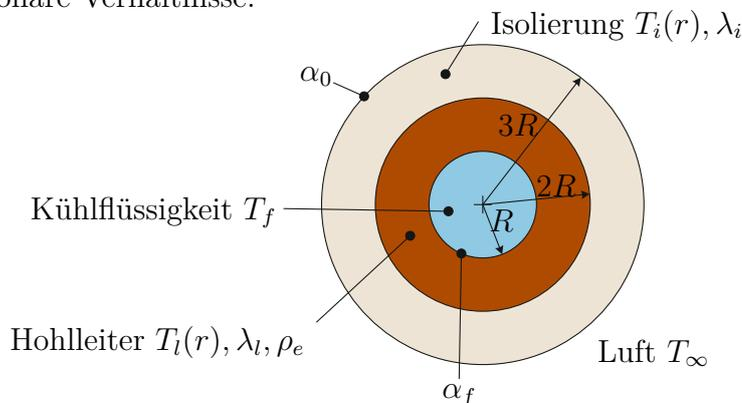

Abbildung 2: Hohlleiter mit Flüssigkeitskühlung.
2. In Abbildung 2 ist ein elektrischer Hohlleiter mit einer äußeren Isolierung dargestellt. Das Innere des Hohlleiters wird zur Kühlung mit einer elektrisch nichtleitenden Flüssigkeit der konstanten Temperatur T_f durchströmt. Durch den Leiter fließt der Gleichstrom I und erzeugt dadurch Wärme (Ohmsche Wärmequelle). Die Leitung ist von Luft umgeben, welche eine konstante Temperatur T_∞ aufweist. Zwischen der Isolierung und ihrer Umgebung findet nur konvektiver Wärmeaustausch statt. Ebenso gibt der Hohlleiter durch Konvektion Wärme an das Kühlwasser ab. 12 P. |